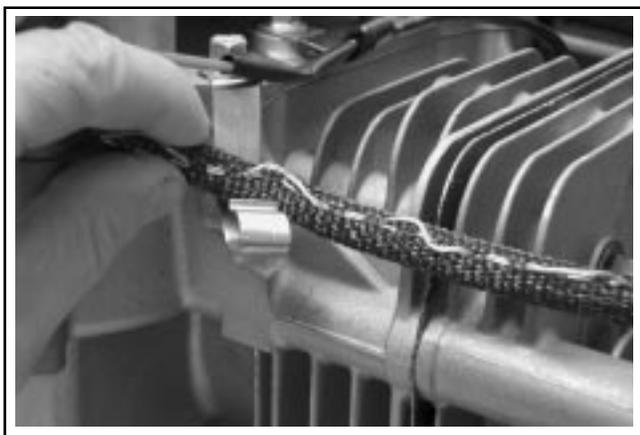

Figure 8-20. Dépose du câble du Clip (RFI Suppression Equipped Units).
3. Retirer le câble à gaine RFI de la bougie avec son clip de fixation s'il en comporte un. Voir la Figure 8-20.